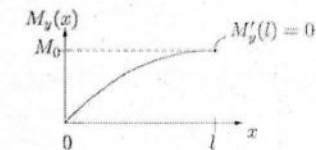

Abbildung 1.2: Biegemoment mit quadratischem Verlauf
- 1.2) Ein Biegemoment $M_y(x)$ hat im Bereich $x \in [0, l]$ einen quadratischen Verlauf, siehe Abb. 1.2. Geben Sie die dargestellte Funktion $M_y(x)$ explizit an. Gegeben sind folgende Größen: M_0 und l